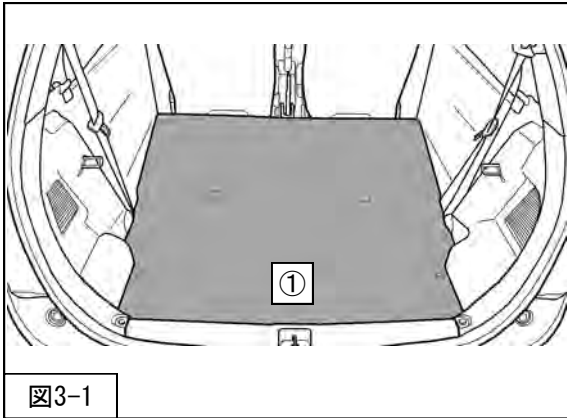

図3-1
2. ①トランクフロアカーペットをめくってください。(図3-1)
11. ①トランクフロアカーペットを元に戻してください。(図3-1)